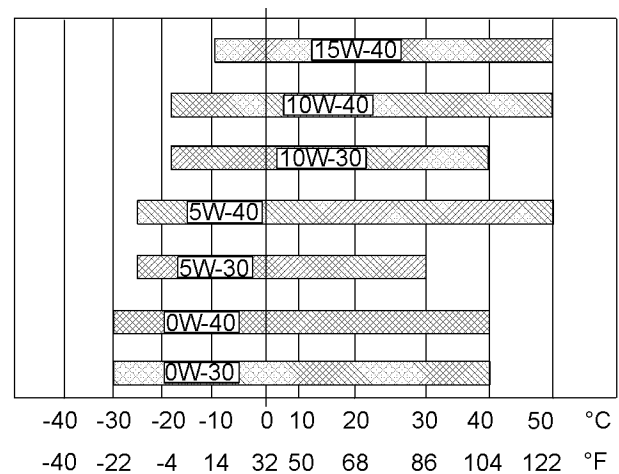

图 37
请参阅图 37（最低温度）以确定发动机冷起动时所需要的机油粘度。
请参阅图 37（最高温度）以选择发动机在预期的最高环境温度下运行时所需要的机油粘度。
- 请参阅适用的“机油粘度”。为找到适合您的发动机的机油粘度等级，请参阅图37。